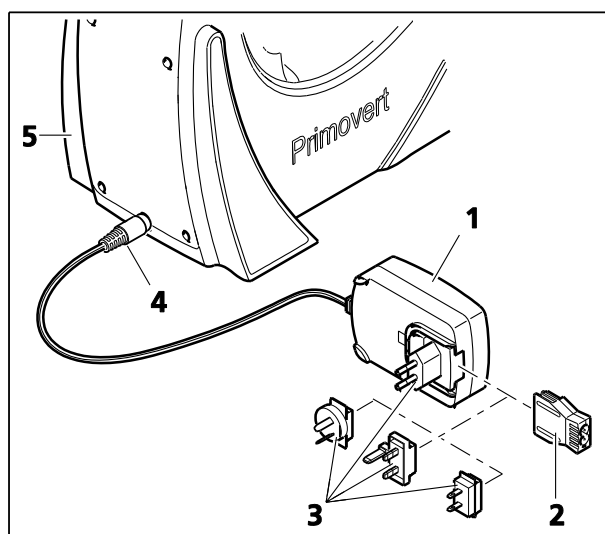

Fig. 10 Raccordement de l'unité d'alimentation électrique
- Au besoin, remplacer l'adaptateur d'alimentation fixé à l'unité d'alimentation électrique (Fig. 10/1) par l'un des adaptateurs spécifiques au pays fournis (Fig. 10/3), en retirant l'adaptateur existant et en insérant l'adaptateur souhaité.
- Insérer la fiche (Fig. 10/4) de l'unité d'alimentation électrique dans la prise de raccordement située à l'arrière du support (Fig. 10/5).
- Brancher l'unité d'alimentation électrique (Fig. 10/1) sur une prise de courant.
- Si l'unité d'alimentation électrique ne peut pas être branchée sur la prise de courant choisie en raison de limites d'espace, remplacer l'adaptateur de prise de courant par l'adaptateur IEC fourni (Fig. 10/2). Cette caractéristique permet de poser l'unité d'alimentation électrique à plat sur la paillasse et de la connecter à la prise de courant par le biais d'un câble électrique spécifique au pays.